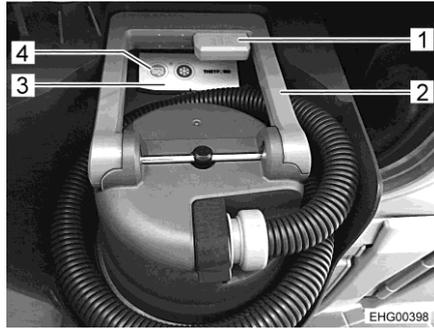

Bild 153 Entleerungsmodul
Über das Entleerungsmodul (Bild 153) werden Schwarzwassertank und Grauwassertank zusammen entleert. Gleichzeitig werden außerdem die Toilette, der Grauwassertank und der Schwarzwassertank automatisch gespült.
- Griff (Bild 153,2) des Entleerungsmoduls nach oben ziehen.
- Taste (Bild 153,1) am Griff (Bild 153,2) drücken, um das Entleerungsmodul zu öffnen.
- Blaue Entleerungstaste (Bild 153,4) am Bedienfeld (Bild 153,3) drücken. Der Entleerungsvorgang beginnt.
- Warten, bis das Abwasser vollständig abgepumpt wurde. Der Entleerungsvorgang ist abgeschlossen, wenn die blaue Entleerungstaste (Bild 153,4) nicht mehr leuchtet.
- Taste (Bild 153,1) erneut drücken, um das Entleerungsmodul zu schließen.
- Griff (Bild 153,2) einklappen.
▷ Wenn sich der Griff nicht einklappen lässt, ist das Entleerungsmodul möglicherweise noch offen. In diesem Fall Taste ((Bild 153,1) erneut drücken.